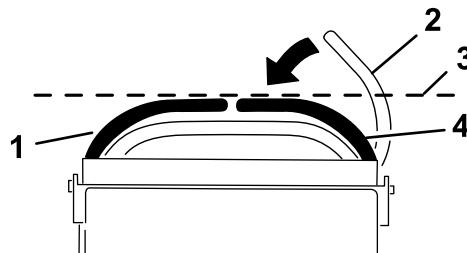

Рисунок 59
4. Проверьте горизонтальное выравнивание рычагов управления движением (Рисунок 59).